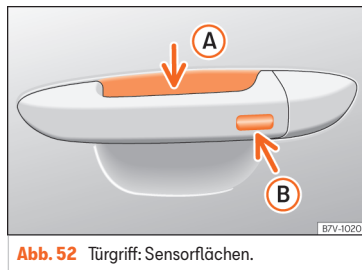

Abb. 52 Türgriff: Sensorflächen.
»» (Abb. 52)
- Berühren Sie die auf der Außenseite des Türgiffs befindliche Sensorfläche »» (Abb. 52) (B). Alle Blinker leuchten einmal auf.
- Berühren Sie innerhalb von 5 Sekunden einmal die auf der Außenseite des Türgriffs befindliche Sensorfläche **»» (Abb. 52) (B)**. Ergreifen Sie dabei nicht den Türgriff. Das System Keyless Access ist jetzt vorübergehend deaktiviert.
Um mit der **Komfortfunktion** alle elektrischen Seitenfenster und das Glasdach zu schließen, lassen Sie einen Finger einige Sekunden auf der Sensorfläche für Verriegelung **»» (Abb. 52) (B)** am Türgriff, bis die Seitenfenster und das Dach geschlossen sind.